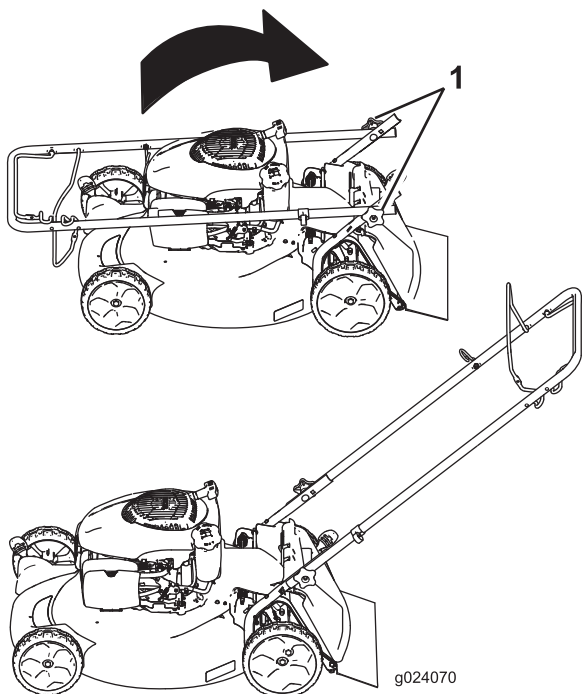

Figure 3
1. Retirez les boutons du guidon sur le carter de la machine (Figure 3).
1. Bouton du guidon (2)
2. Placez le guidon en position d'utilisation (Figure 3).